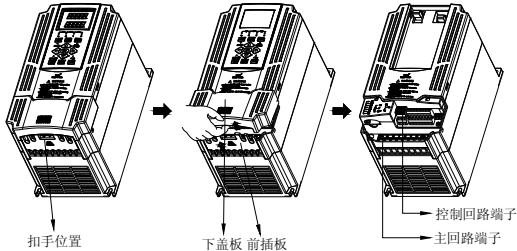

图 3-3 塑壳盖板的拆卸安装示意图
**拆卸：**将手指放在盖板底部的提手槽（如图 3-3 中的扣手位置），用力向上提，直至盖板与壳体间的卡扣脱离，再将盖板向下拉，即可卸下壳体。如下图 3-3 所示。